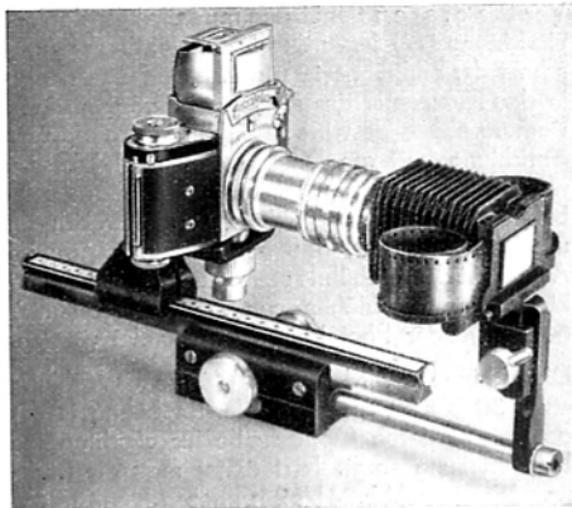

Abb. 25:
Einstellschlitten mit Schwenkwinkel komplett, Bestell-Nr. 155.08, Abb. 25 sowie 13, 15, 17 und 19, Auszugsverlängerung durch Zwischenringe und Tuben, die als vorhanden angenommen werden.
Das Scharfeinstellen erfolgt optisch mit Hilfe des Reflexbildes der EXAKTA Varex und mechanisch durch Betätigen des Zahntriebes des Einstellschlittens (6). Die Abbildung 24 zeigt das Arbeiten mit dem Balgennaheinstellgerät und die Abbildung 25 den Gebrauch des Schwenkwinkels. Sollen von größeren Negativen auf optischem Wege Kleinbild-Diapositive 24/36 mm hergestellt werden, dann bedient man sich am besten der vertikalen Arbeitsweise mit dem Reproduktionsgestell sowie eines beliebigen Lichtkastens, siehe Abb. 5 und Hinweis auf Seite 2. Im übrigen wird die Dia-Kopiereinrichtung auch für Kleinbild-Vorlagen 24/36 mm, also bei normaler horizontaler Geräteanordnung, gern in Verbindung mit dem Reproduktionsgestell benützt, siehe Abb. 26. Man kann dann sehr bequem sitzend arbeiten und stellt ein, indem man in Aufnahme richtung in den Prismeneinsatz der EXAKTA Varex hineinschaut.